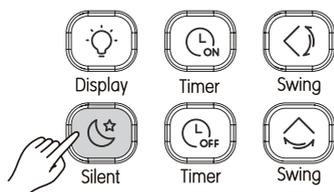

Рисунок 3.14
1. Когда блок находится в режиме охлаждения или нагрева, нажмите  (см. Рис. 3.14), чтобы запустить режим «Бесшумный». На экране отобразится значок ;